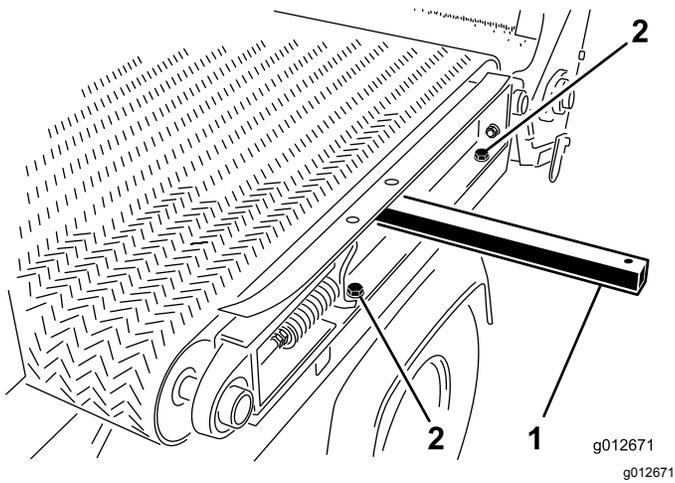

图29
1. 在机器左侧用在 拆除滑行滚道 \(页码 18\) 中卸下的2个平头螺丝和2个垫圈将滑行机架轨道安装到左挡泥板图29并拧紧螺丝。